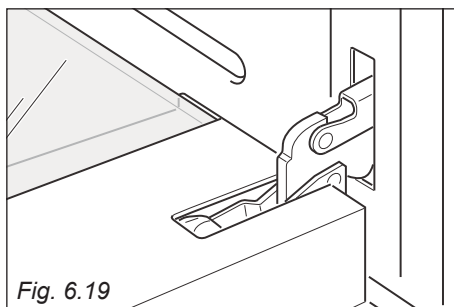

Fig. 6.19
- Aprire completamente la porta del forno (fig. 6.19).